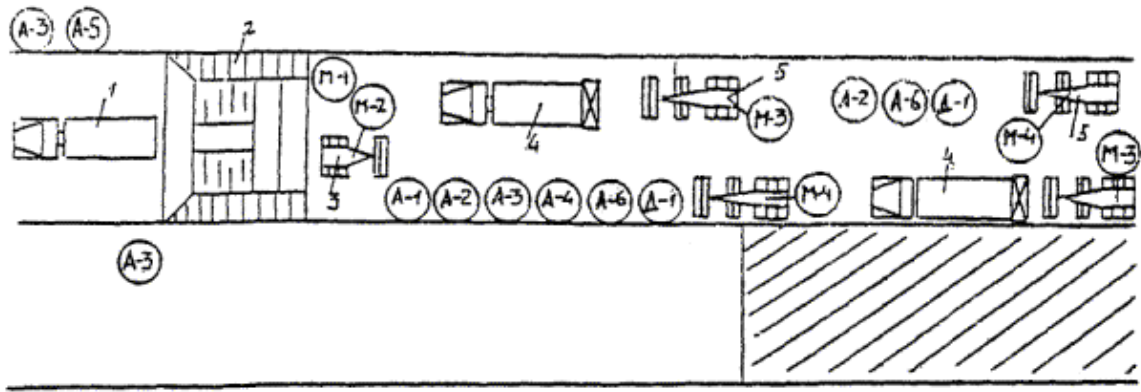

Рис. 27
34. На рис. 27 позиция 4 представлен